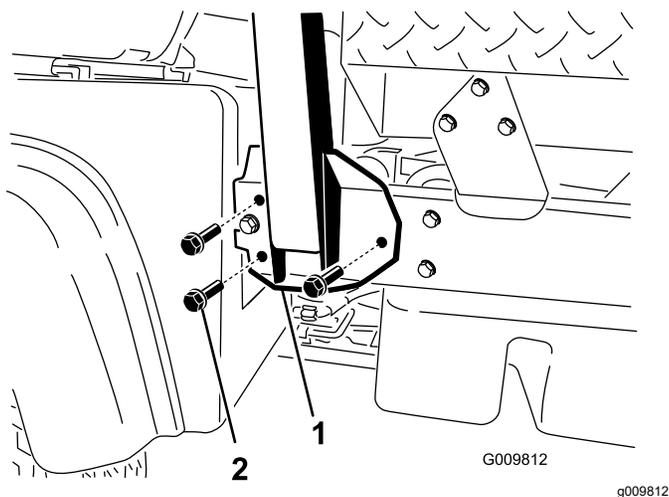

Figura 4
2. Allineate ciascun lato del roll bar con i fori di montaggio su ciascun lato del telaio della macchina (Figura 4).
3. Fissate la staffa di montaggio del roll bar al telaio della macchina con 3 bulloni a testa flangiata ( $\frac{1}{2}$ " x  $1\frac{1}{4}$ ") su entrambi i lati (Figura 4).